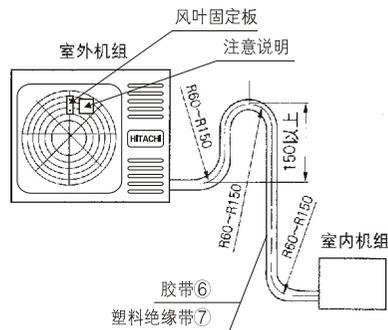

图7
- 注：(1) 本机组允许连接管最大长度为10米。机组所配连接管②、③长度为4米，若要加长，推荐从第5米开始每加长1米连接管追加制冷剂30克。
(2) 安装时如必须加长连接铜管，请按第29页表(1)要求选择。
(3) 室内、外机高度差必须小于5米。
(4) 当室外机比室内机高时，必须将铜管弯制“回油管”如图7。